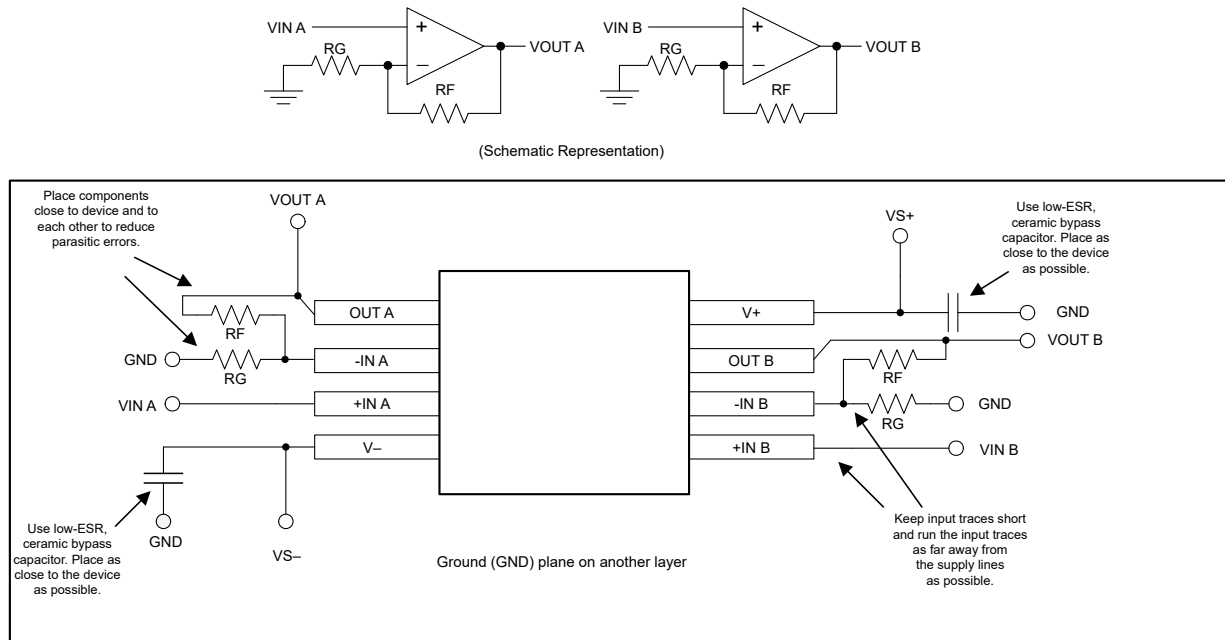

图 8-8. TLV2365 SOIC 封装的布局建议
- 外部元件应尽量靠近器件放置。图 8-8 显示，使 R_F 和 R_G 接近反相输入可更大限度地减小寄生电容。